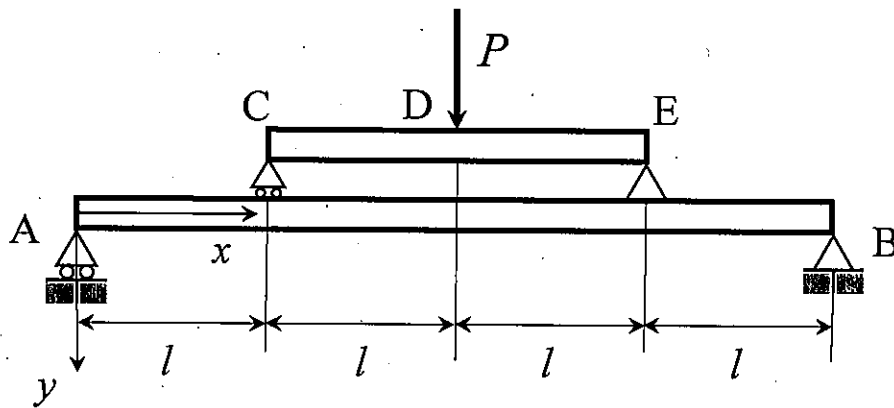

図 1-1
I. 図 1-1 に示すように, 長さ  $4l$  の単純支持はり AB の上に, 長さ  $2l$  の単純支持はり CE が置かれている。単純支持はり CE の中点 D に集中荷重  $P$  が作用している。単純支持はり AB および単純支持はり CE の曲げ剛性を  $EI$  とする。以下の設問に答えよ。
(1) 単純支持はり CE のせん断力図および曲げモーメント図を描け。
(2) 単純支持はり AB のせん断力図および曲げモーメント図を描け。
(3) 点 D での鉛直方向変位を求めよ。